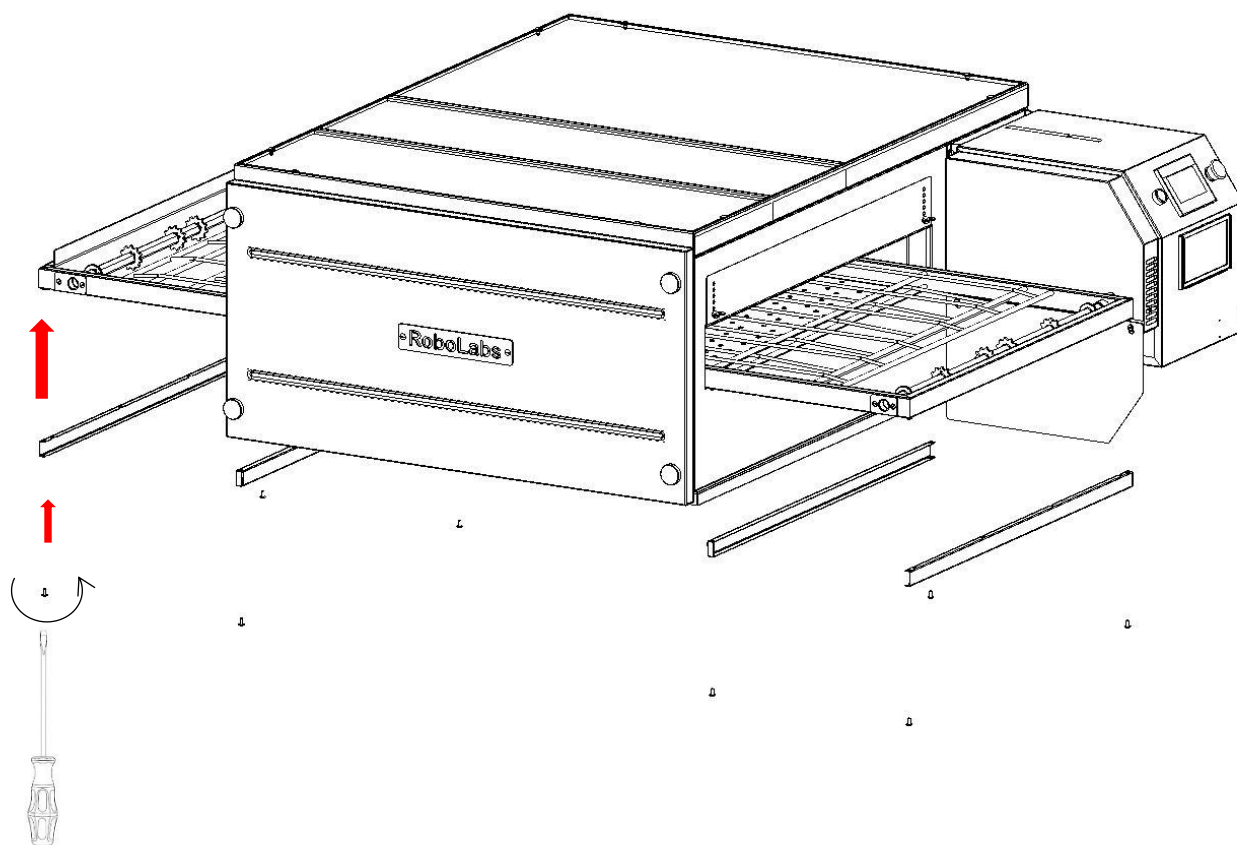

Рисунок 9
3.1.4.3 Установить направляющие для перфорированных лотков (рисунок 9) с помощью винтов. Винты установлены в крепежные отверстия конвейера.